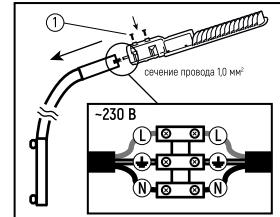

Рис.1
2. Обесточьте сетевой кабель питания и подключите к проводу светильнику\* (Рис.1).
4. Установите светильник на кронштейн, провод светильника поместите внутрь кронштейна или опоры (Рис.1).